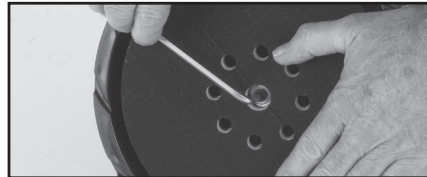

Abb. 11
- Halten Sie den Stützteller mit der Handfläche einer Hand fest, während Sie die Innensechskantschraube unter Verwendung des mitgelieferten Inbusschlüssels (5 mm) mit der anderen Hand lösen. (Abb. 11)